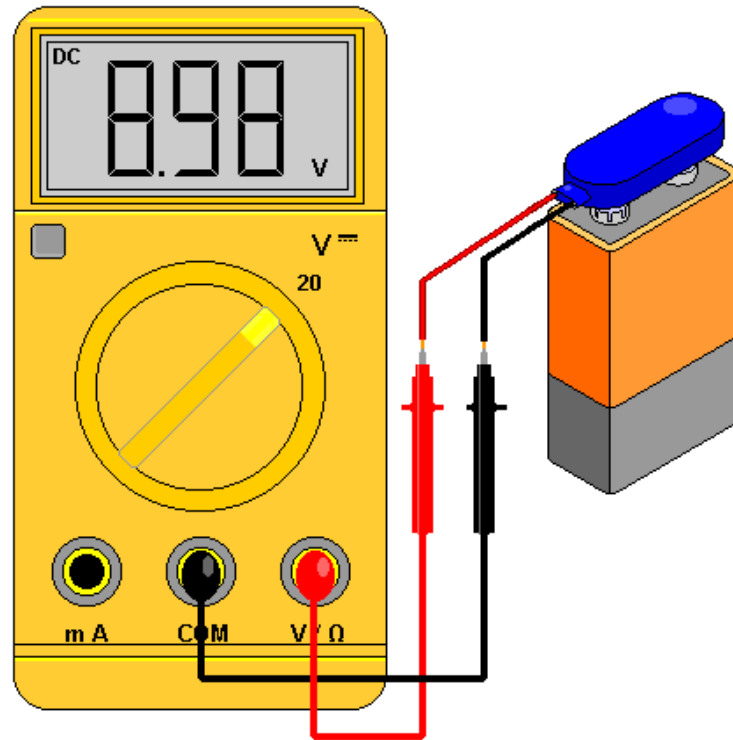

Figure 6. Branchement d'un multimètre en parallèle au circuit.
1. En mode **haute impédance**, ce qui signifie que le multimètre n'influencera pas le circuit lorsqu'il est branché en parallèle à un composant dans un circuit (Figure 6). Ce mode est utilisé pour **mesurer la tension aux bornes d'une pièce dans un circuit sous tension**. Il est aussi utilisé à l'extérieur d'un circuit pour mesurer **la résistance, la capacitance ou l'inductance d'une pièce**. Pour se brancher dans ce mode, il faut **brancher le fil noir dans le port COM ou – et le fil rouge dans le port VΩ** (ou autre symbole indiquant une tension en volt ou un symbole indiquant des Ohms).